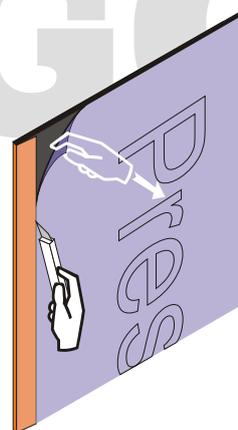

Abb.3 Vorsichtiges Abziehen des Schutzfilms an der Rückseite der Schindeln
- Vor der Verlegung der PRESTIGE COMPACT Schindeln immer den an der Rückseite auf jeder Schindel aufgetragenen Polyester Film vorsichtig entfernen (Abb.3) Jede Schindel muß außerdem vor der Verlegung kompensiert werden, d.h. man nimmt die Schindel-Rückseite nach vorne, fasst mit beiden Händen von oben an und schlägt sie kurz auf, dadurch wird diese starke Schindel abgerundet und passt sich der Deckunterlage sofort an;
der Schindeln entfernen (Abb.3); in der Folge werden die einzelnen First Schindeln mit zwei